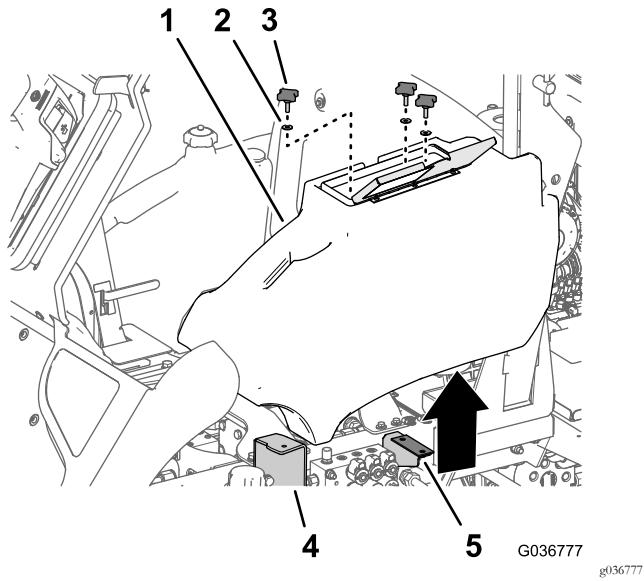

Bild 3
- Lösen und nehmen Sie die drei Handräder und drei Scheiben ab, mit denen der Flansch des Absatzes und die Ablagefachhalterung befestigt sind (Bild 3).
- 1. Fluchten Sie die drei Löcher im Ablagefach mit dem Loch im Flansch des Absatzes und den Löchern in der Halterung für das Ablagefach aus, siehe Bild 3 von Entfernen des Ablagefachs (Seite 2).